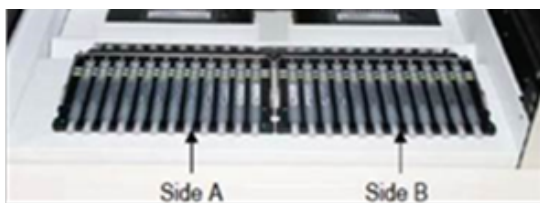

Figura 3: Carga de la(s) gradilla(s) en el sistema BD MAX™
15. Cargue la(s) gradilla(s) en el sistema BD MAX™ (Figura 3).